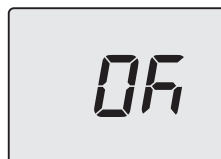

Рисунок 5.46
- Нажав кнопку 14 (Рисунок 5.41), можно подтвердить введенное значение. На дисплее в течение 5 сек. отображается следующее изображение (Рисунок 5.46), после чего происходит переход на верхний уровень.